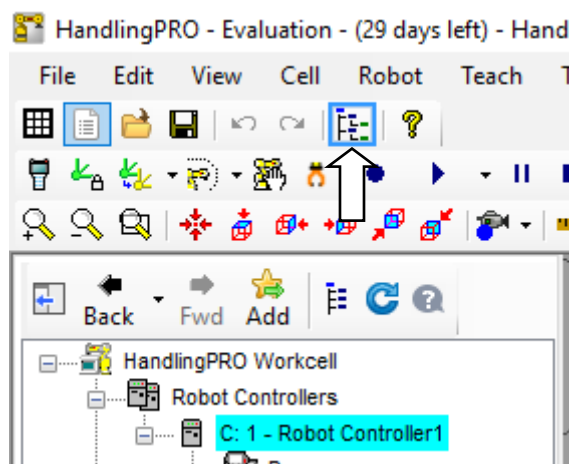

Рис. 5.7 Открытие дерева обозревателя
1. Важным информационным элементом и путеводителем по проекту является дерево обозревателя проекта (*Cell Browser*). Необходимо, чтобы окно этого дерева было постоянно открыто в левой части экрана. Для его открытия нажмём на указанный значок (рис. 5.7). На этом этапе необходимо внимательно изучить дерево проекта, передвигая по нему курсором мыши.